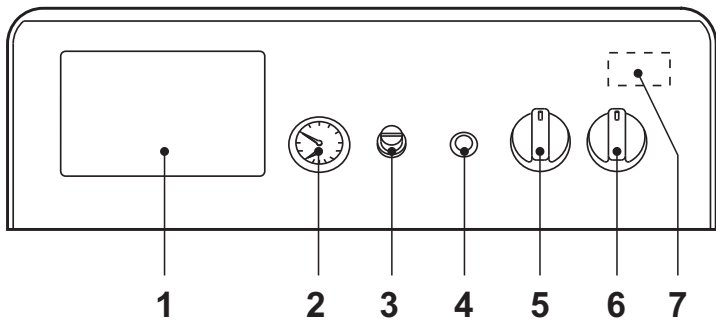
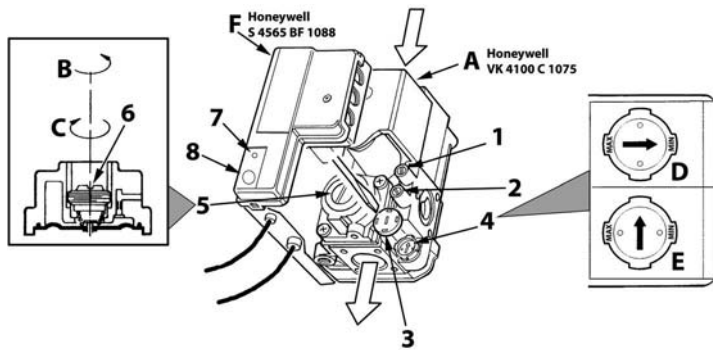

рис. 1 - Панель управления
рис. 4 - Регулирование давления
- Установите главный выключатель "6" в положение 1 (рис. 1).
- Если котел оборудован электронным термостатическим блоком управления, установленным в положении 1 на рис. 1, пользователь должен также соблюдать инструкции, предоставляемые изготовителем данного блока.
Повернув рукоятку 5 на рис. 1 по часовой стрелке, температура воды в системе отопления повышается и наоборот. Температуру воды в системе отопления можно регулировать в пределах от 30° до 90°. Однако не рекомендуется эксплуатировать котел при температуре ниже 45°.
Задайте с помощью термостата температуры воздуха в помещении нужную температуру внутри помещения. По команде от комнатного термостата котел нагревает воду в системе отопления до температуры, заданной с помощью термостата регулировки котла 5 де рис. 1. При достижении в помещении желаемой температуры котел выключается.
При заполнении холодной системы отопления, давление воды, контролируемое по показаниям установленного на котле водомера поз. 2 на рис. 1, должно составлять примерно 1,0 бар. Если во время работы давление воды в системе упало (из-за испарения растворенных в воде газов) до величины ниже вышеуказанного минимума, пользователь должен открыть кран подачи воды и довести давление до первоначального значения. По окончании операции всегда закрывайте кран подачи воды.
Подключите манометр к штуцеру отбора давления 2 (рис. 4), расположенному после газового клапана, затем переведите ручку термостата котла (поз. 5 - рис. 1) на максимум.
Сняв защитную пробку 5 (рис. 4), регулируйте давление газа с помощью винта 6 на желаемое значение (см. таблицу технических данных и диаграммы изменения мощности, приведенных в сар. 5).
2. Снимите с газового вентиля маленький защитный колпачок 3 (рис. 4). С помощью маленькой отвертки регулируйте "СТУПЕНЬ" розжига на основании выбранного для работы газа (G20-G25 положение D рис. 4 или G30-G31 положение E рис. 4); установите защитный колпачок на место.